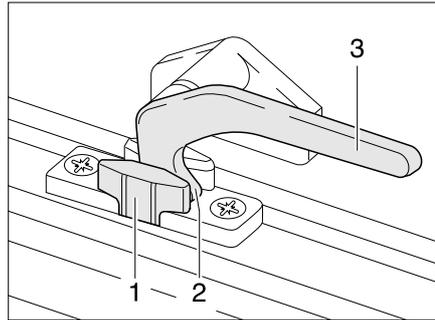

Bild 62 Verriegelungshebel in Stellung "Dauerbelüftung"
- in Stellung "Dauerbelüftung" (Bild 62)
- Den Verriegelungshebel (Bild 62,3) eine viertel Umdrehung zur Fenstermitte hin drehen.
- Den Verriegelungshebel eine viertel Umdrehung zum Fensterrahmen hin drehen. Die Verriegelungsnase (Bild 62,2) dabei in die Aussparung der Fensterverriegelung (Bild 62,1) einfahren.